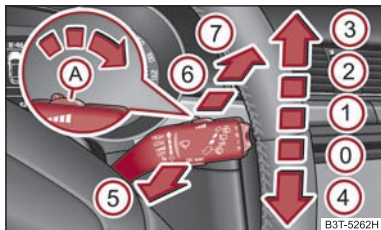

Abb. 63 Scheibenwischerhebel
Der Scheibenwischerhebel ⇒ Abb. 63 hat folgende Stellungen:
- Drücken Sie den Hebel vom Lenkrad weg in die Stellung **6** ⇒ Abb. 63, der Scheibenwischer wischt alle 6 Sekunden.
- Ist das langsame  ⇒ Seite 76, Abb. 63 oder schnelle  Wischen eingeschaltet und die Geschwindigkeit des Fahrzeugs sinkt unter 4 km/h, wird automatisch in eine niedrigere Wischstufe geschaltet. Bei der Geschwindigkeitserhöhung über 8 km/h wird das vorherige Wischen wieder hergestellt.
Wenn der Scheibenwischerhebel in der Stellung  ⇒ Seite 76, Abb. 63 bzw.  ist, führt der Heckscheibenwischer bei einer Geschwindigkeit über 5 km/h alle 30 Sekunden bzw. 10 Sekunden einen Wischvorgang aus.
- Drücken Sie fünf mal hintereinander innerhalb von 5 Sekunden den Bedienungshebel in die Stellung ⑥ ⇒ Seite 76, Abb. 63.
Zum Reinigen der Scheinwerfer kommt es nach dem ersten und nach jedem fünften Bespritzen der Frontscheibe, wenn das Ablend- oder Fernlicht eingeschaltet ist und der Scheibenwischerhebel ca. 1 Sekunde in der Position ⑤ ⇒ Seite 76, Abb. 63 gehalten wurde.
- Drücken Sie danach innerhalb von 10 Sekunden den Scheibenwischerhebel in die Position ④ ⇒ Seite 76, Abb. 63 - die Wischerarme fahren in die Servicestellung.